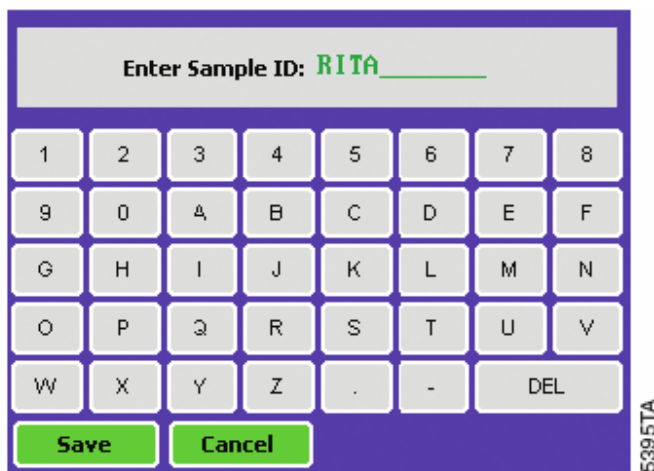

Abbildung 11: Sie können Ihrer Probe auf dem „Sample ID“ Bildschirm einen Namen geben.
4. (Auf Wunsch) Berühren Sie „Sample ID“, um Ihre Probe mit einem Namen zu versehen (Abb. 11). Tragen Sie den Probenamen über die Touchscreen-Tastatur in das Namensfeld ein. Sie können bis zu 10 Zeichen eingeben. Berühren Sie „Save“, um die Probenbezeichnung zu speichern.